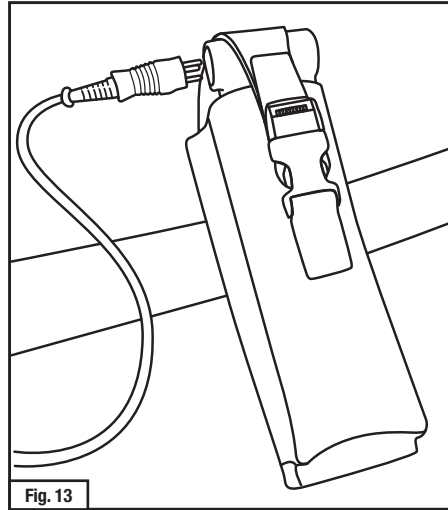

Fig. 13
6. Raccorder le cordon d'alimentation Breathe Easy^{MC} ou le cordon d'alimentation 610 GVP à l'adaptateur (Fig. 13). Pour l'ensemble GVP, raccorder l'extrémité de la connexion du cordon d'alimentation dans la prise femelle située à l'avant du souffleur à moteur GVP-100. Pour mettre le souffleur à moteur sous tension, tenir le bouton de mise sous tension situé sur l'adaptateur enfoncé pendant 1/2 seconde. Lorsque l'appareil est mis sous tension, le voyant lumineux sur l'adaptateur TR-659 devrait clignoter pendant environ une seconde, puis s'éteindre.